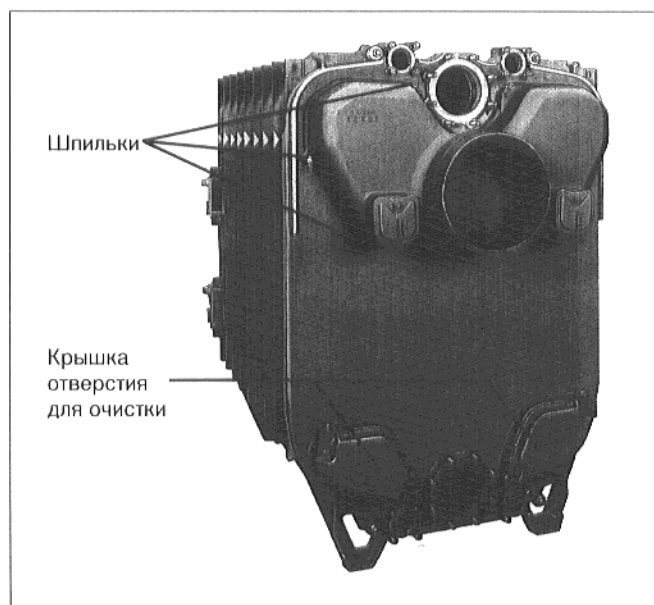

Рис. 22
- Насадить дымосборник на шпильки заднего элемента котла соответственно изображению на рис. 22. Надеть на шпильки шайбы и закрепить дымосборник гайками.
- Насадить крышку для отверстия очистки на шпильки соответственно изображению на рис. 22. Надеть на шпильки шайбы и закрепить крышку гайками.